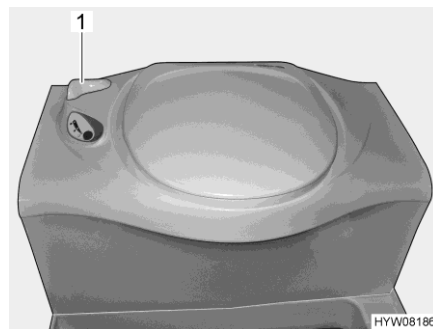

Bild 276 Thetford-Toilette
- Vor dem Spülen den Schieber der Thetford-Toilette öffnen. Dazu den Schieberhebel (Bild 276,1) entgegen dem Uhrzeigersinn drehen.
- Nach dem Spülen den Schieber schließen. Dazu den Schieberhebel (Bild 276,1) im Uhrzeigersinn drehen.